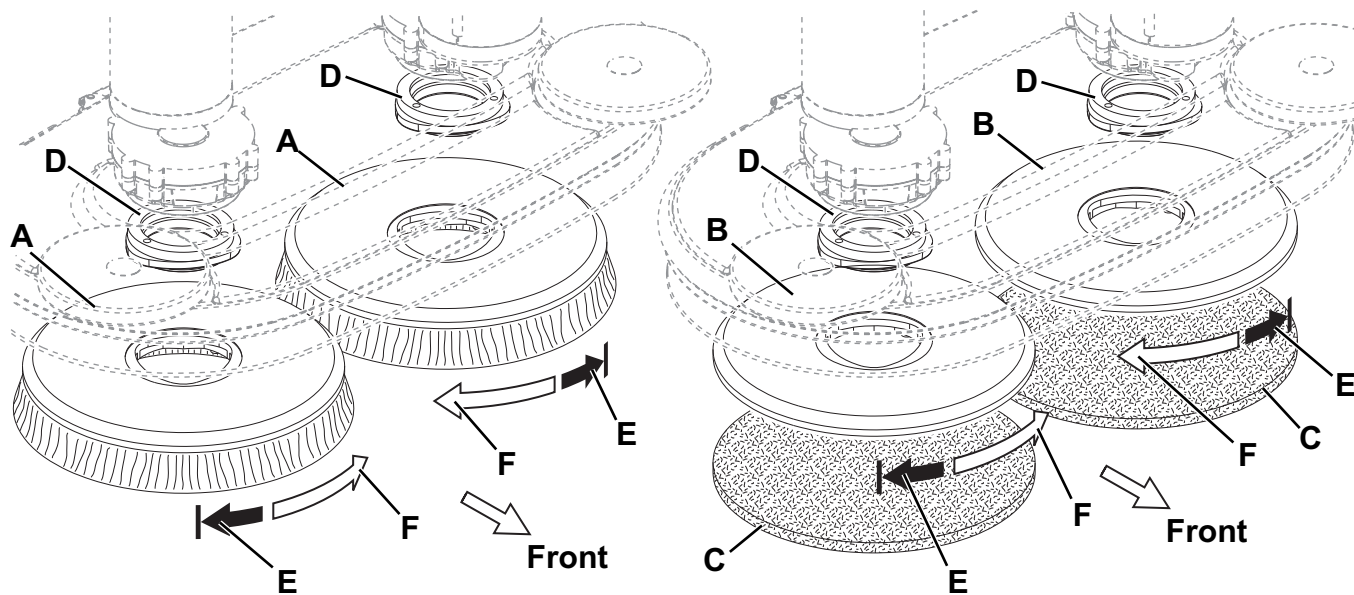

Figure 1
Sur la machine équipée de la tête spéciale, et les brosses (A, Fig. 1) et les plateaux support disque (B) avec disques (C) peuvent être installés, en fonction du traitement à effectuer sur le sol.